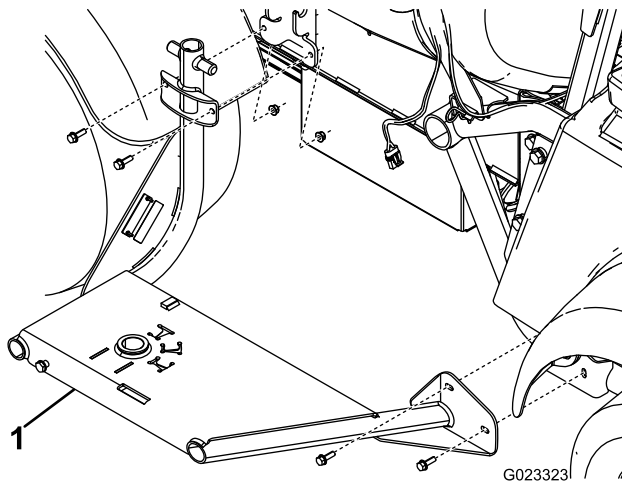

Figura 5
- 1. Monte el bastidor del carrete de la manguera en el lateral de la máquina con 4 pernos (5/16 pulgada) y 4 tuercas con arandela prensada (5/16 pulgada), según se muestra en Figura 5.